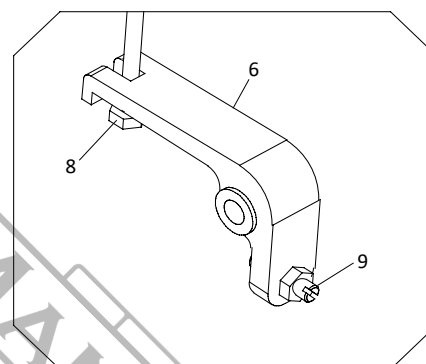

Fig. 4
- După asamblarea unității, verificați dacă unitatea funcționează corect prin legănarea mânerului și prin poziționarea manetei (1) în poziția de ridicare (2), eliberare (3) și coborâre (4).
- Șurubul 9 din fig. 4 este utilizat pentru reglarea unității.